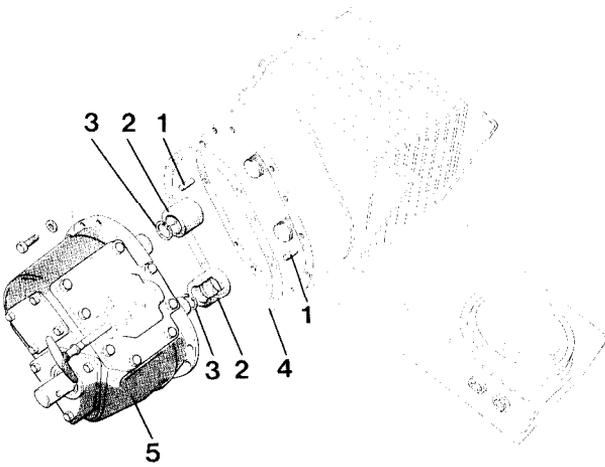

Fig. 13
- Zylinderstifte (Fig. 13/1) in vorhandene Bohrungen drücken und zwei Verbindungshohlbohrungen (Fig. 13/2) mit Sicherungsringen (Fig. 13/3) auf die Wellenenden des Hauptgetriebes schieben
- Verschlußdeckeldichtung (Fig.13/4) auflegen und Getriebegehäuse (Fig. 13/5) mit dem Hauptgetriebe verschrauben